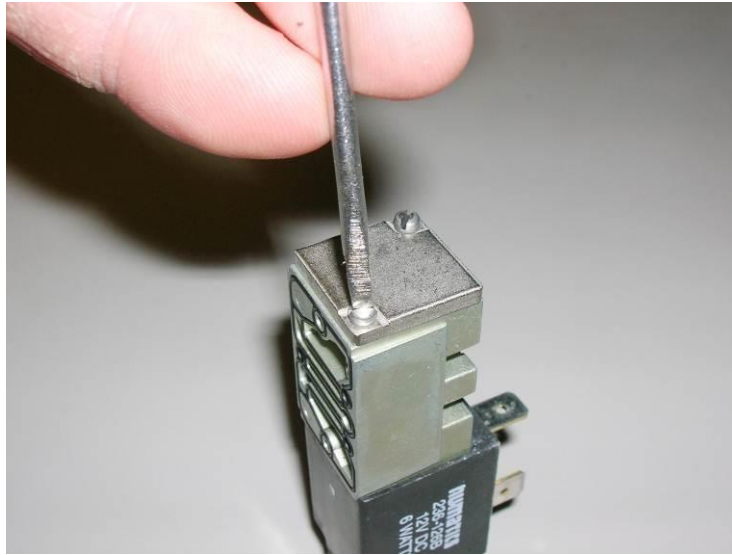

图 5-6
5. 小心地将方形帽放在末端，按压弹簧，然后拧上两颗螺丝。将连接拧到合适，不要过紧（图 5-6）。